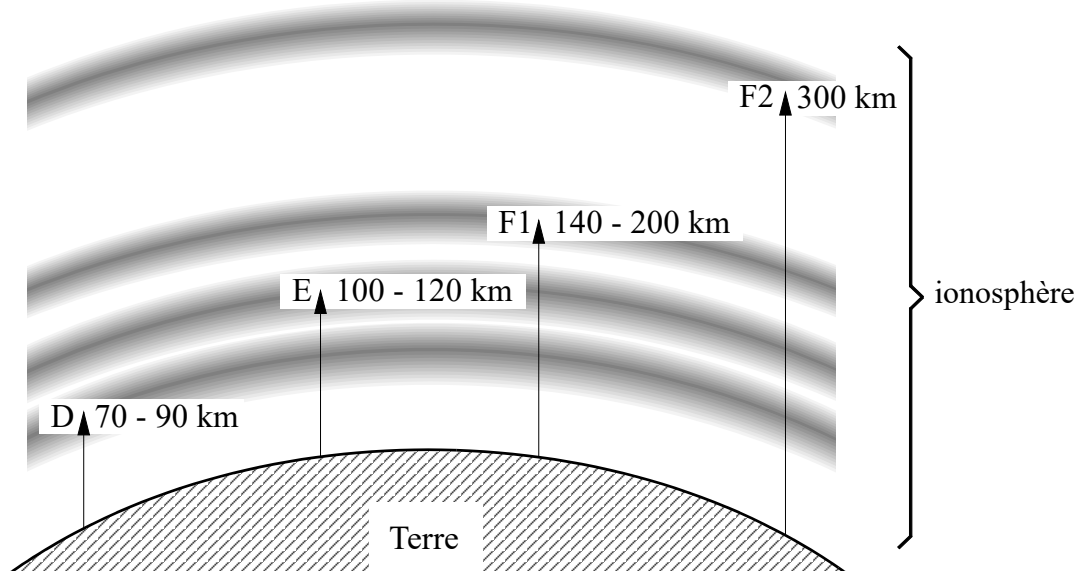

Figure 8.10 Représentation et dénomination des différentes couches de l'ionosphère.
- 8.10 * La **Figure 8.10** ci-dessous montre les différentes couches de l'ionosphère ainsi que leur hauteur approximative. Les couches F1 et F2 se combinent la nuit en une seule couche F.